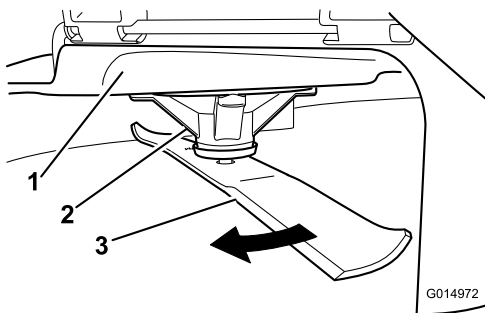

Figure 74
2. Enfilez des gants épais ou utilisez une autre protection adéquate pour les mains, et faites tourner la lame lentement jusqu'à une position permettant de mesurer la distance entre le tranchant et la surface plane sur laquelle se trouve la machine (Figure 74).